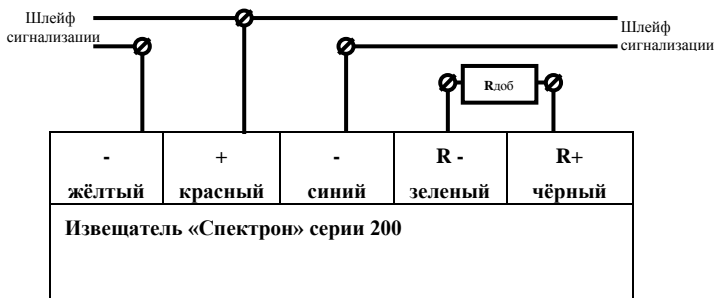

Рис. 3
2.2.3.1 Схема подключения Извещателя к шлейфу сигнализации показана на рисунках 3 и 4. Согласование токов режима «Пожар» Извещателя, питаемого по шлейфу сигнализации, см. рис. 3, и режимов «Внимание» и «Пожар» используемого приёмно-контрольного прибора производится подключением резистора $R_{доб.}$, номинал определяется из таблицы 3.